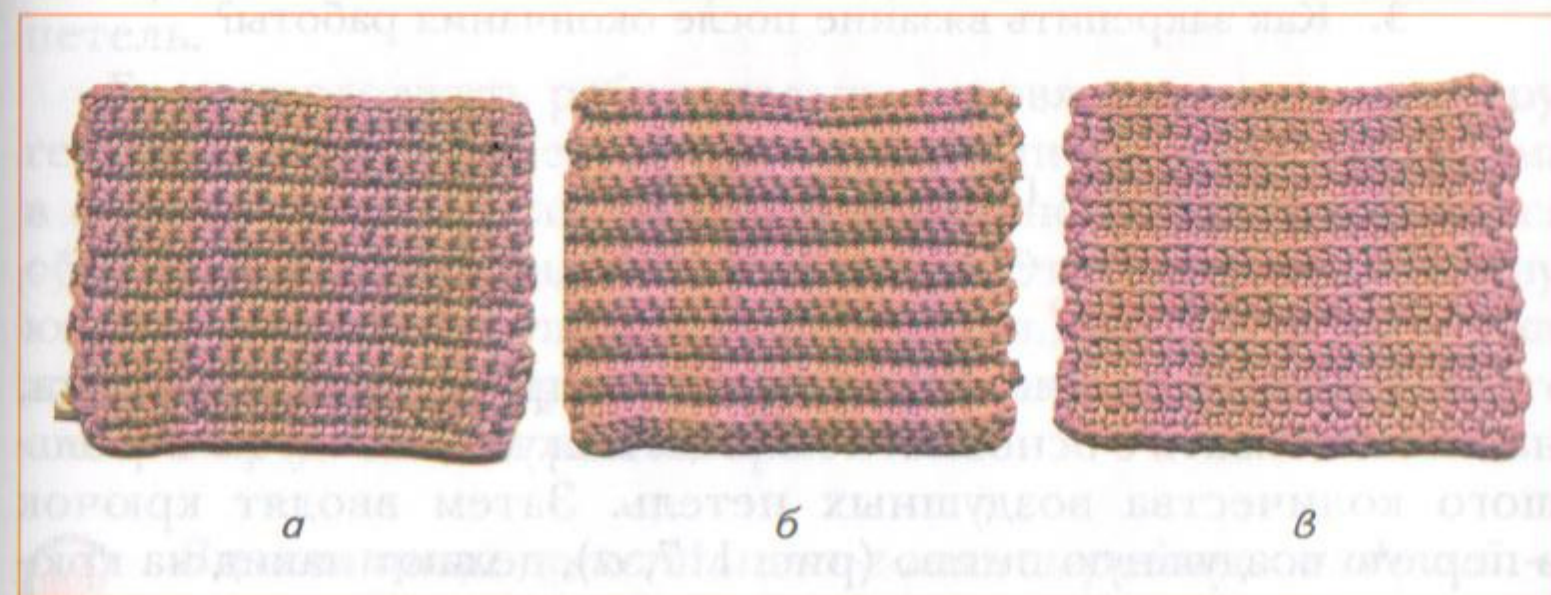

Рис. 116 Образцы вывязывания полотна столбиками без накида:
*3-й и последующие ряды* вяжи, как 2-й ряд (рис. 116, а).
3-й и последующие ряды вяжи, как 2-й ряд (рис. 116, б).
3-й и последующие ряды вяжи, как 2-й ряд (рис. 116, в).